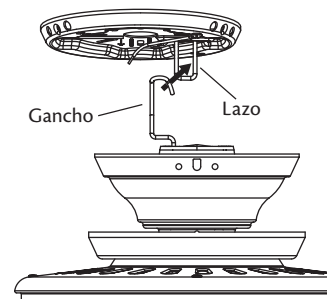

Figura 16 - Forma de colgar el ventilador
1. Levante el ventilador y coloque el gancho a través del lazo en la placa del techo como se muestra en la Figura 16. Use la nota y la flecha grabada en la placa del techo para ayudar a determinar la dirección de la instalación.